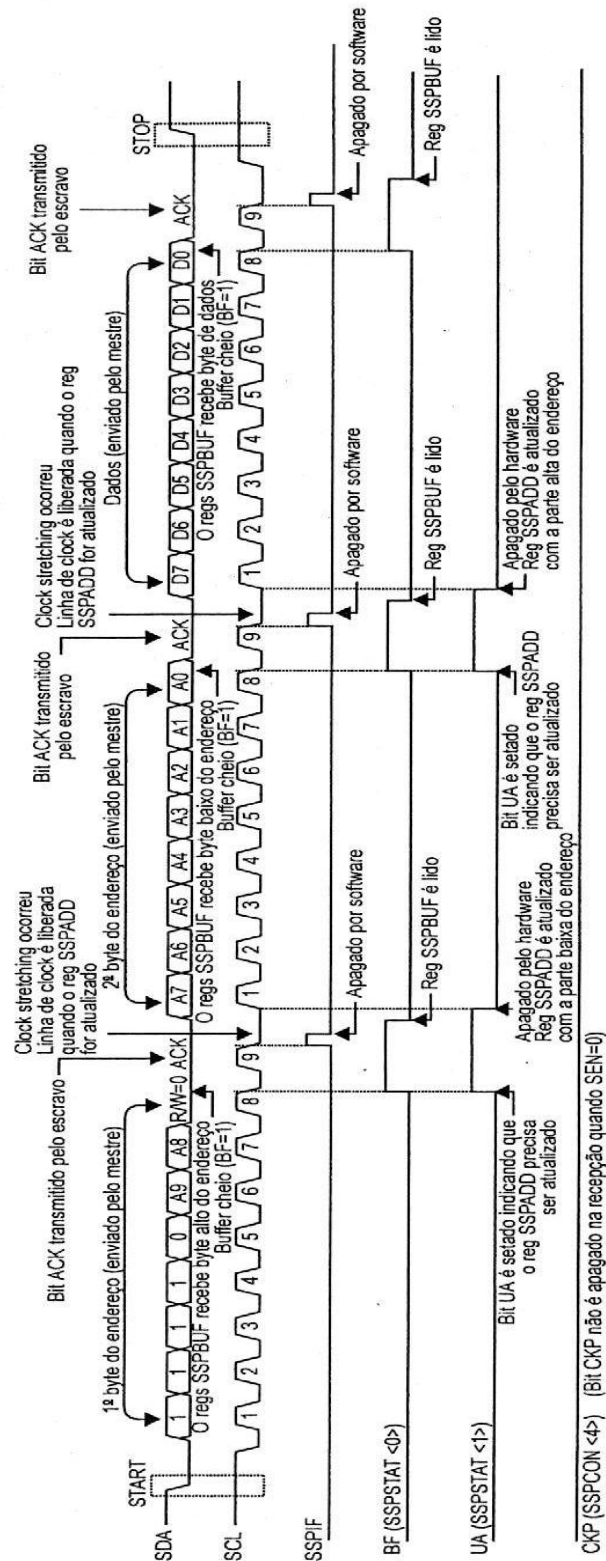

Figura 8.35: Temporização I²C modo Escravo na recepção e endereço de 10 bits
a) Detalhando uma recepção com endereço de 10 bits (Figura 8.35):
- IV) Neste momento (oitavo pulso de clock), o endereço recebido pelo registro SSPSR é automaticamente comparado com o armazenado no registro SSPADD. Se diferente, a comunicação do lado escravo é resetada (ACK = 1) e o mesmo ficará aguardando um novo START. Se igual, o bit BF (SSPSTAT<0>) é setado informando que um valor foi transferido para o registro buffer SSPBUF (BF será apagado (0) logo assim que o registro SSPBUF seja lido). O bit UA (SSPSTAT<1>) é setado indicando que o endereço deve ser atualizado.